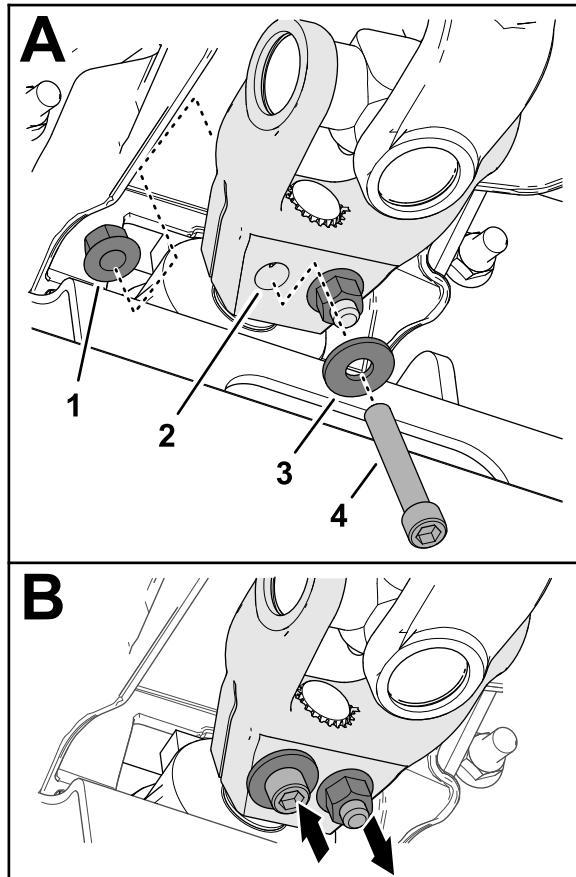

Рисунок 17
($\frac{3}{8}$ дюйма) и отверстие в вилке ведущего вала (Рисунок 17) и закрепите колпачковый винт фланцевой контргайкой ($\frac{3}{8}$ дюйма).
6. Проденьте колпачковый винт с внутренним шестигранником ($\frac{3}{8} \times 2\frac{1}{4}$ дюйма) через шайбу ($\frac{3}{8}$ дюйма) и отверстие в вилке ведущего вала с противоположной стороны (Рисунок 17) и закрепите колпачковый винт фланцевой контргайкой ($\frac{3}{8}$ дюйма).